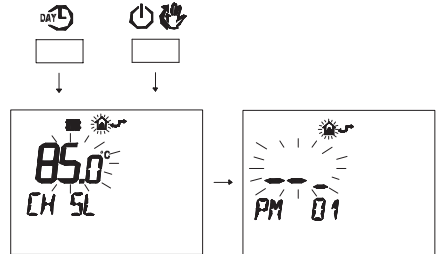

Fig. 5.87
- Premere contemporaneamente i pulsanti **DAY** e **IP** per entrare nella programmazione trasparente (Fig. 5.87).